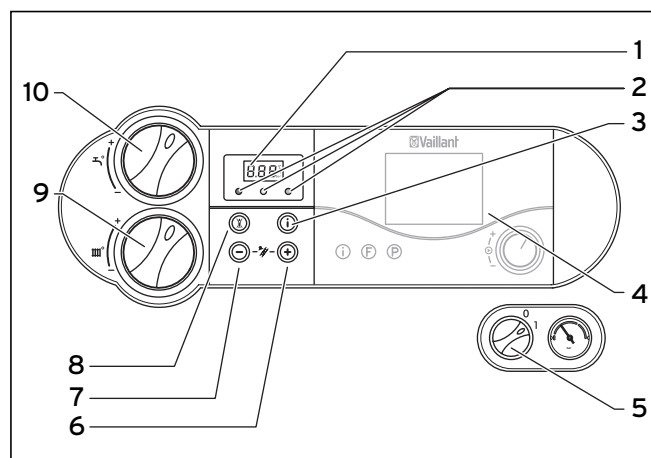

Рис. 4.2 Элементы управления
До тех пор, пока на дисплее отображается символ, температура подающей линии отопления и горячей воды на выходе будет задаваться посредством принадлежности vnetDIALOG, т.е. прибор работает не с такими, как установленные на ручках настройки (9) и (10) на рис. 4.2 температурами.
- изменением настройки температуры на ручках настройки (9) или (10) на рис. 4.2 более чем на ± 5 K.
- нажатием кнопки (8, рис. 4.2) „Устранение сбоев“ или